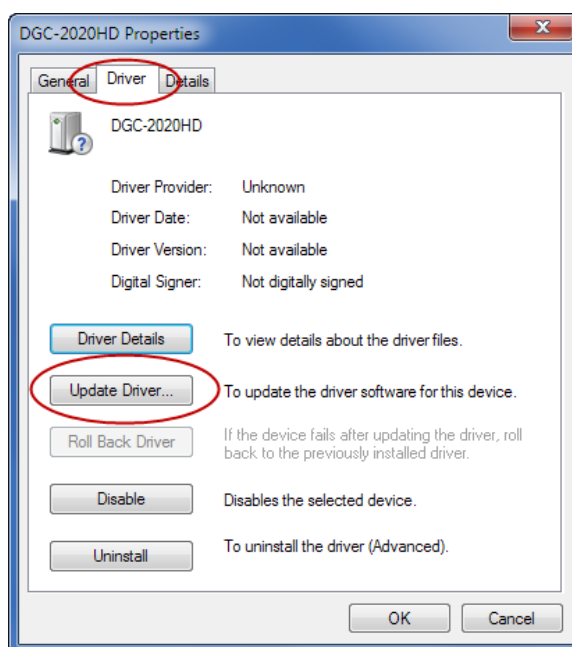

Figure 9-3. DGC-2020HD Properties
Étape 3 : Dans la fenêtre Propriétés, sélectionnez l'onglet Pilote et cliquez sur Mettre à jour le pilote. Voir Figure 9-3.